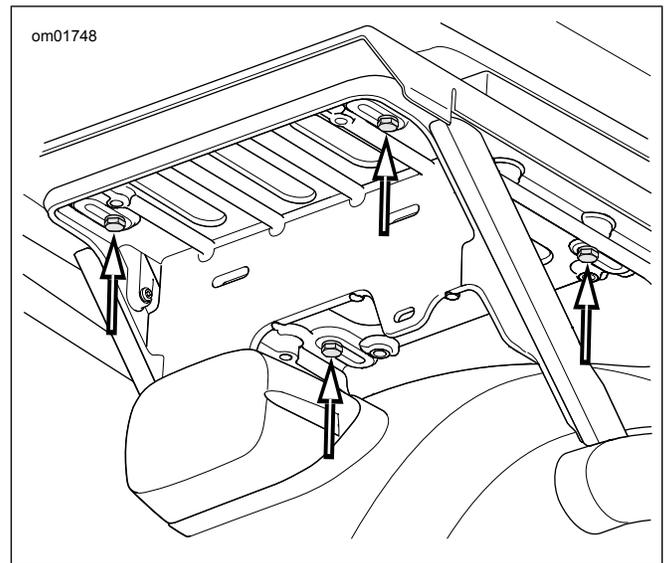

Figura 4. Tornillos del soporte de Tour-Pak (modelos APC/China)
c. **Modelos APC:** vea Figura 4 . Retire los cuatro tornillos, las arandelas planas y la placa adaptadora de la bandeja de soporte. Deslícela hacia adelante para soltar los ganchos en L.